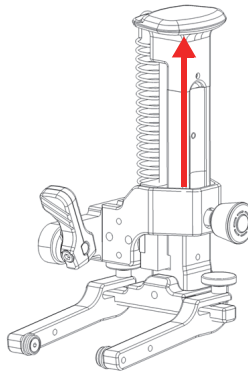

Figura 3-2 Deslizamiento del carril hasta la posición de bloqueo/fijación
2. Para facilitar la instalación, levante los soportes de sonda a medida que desliza el carril del brazo retráctil hasta llegar a la posición de bloqueo/fijación (ver Figura 3-2 en la página 69).